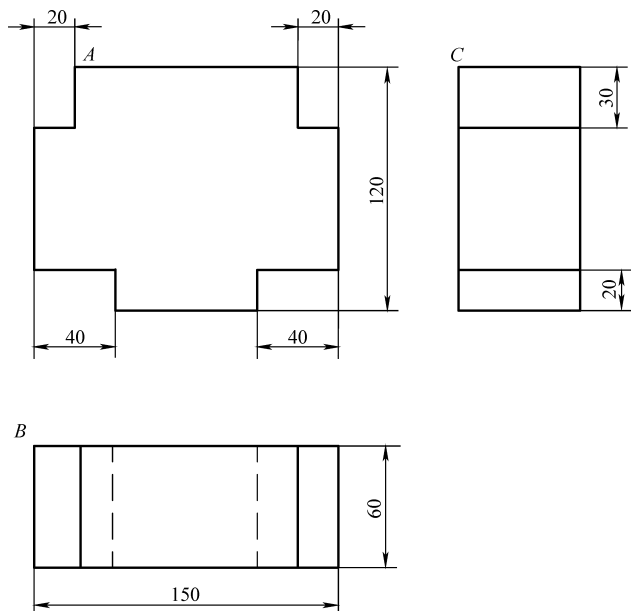

图 4-14 三视图
利用对象追踪功能绘制如图 4-14 所示的三视图，不需要标注。
1) 绘制主视图。单击菜单栏【工具】→【草图设置】，打开【草图设置】对话框，在【对象捕捉】选项卡中，选中【启动对象捕捉追踪】复选框，绘制如图 4-14 所示的主视图。